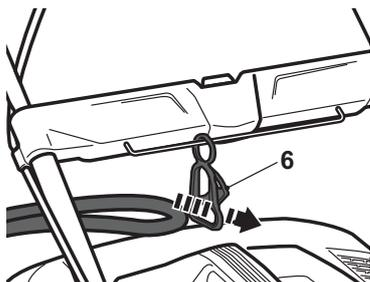

Fig.6
- > Doublez la rallonge arrière, à environ 40 cm de l'extrémité. Passez la boucle à travers la décharge de traction du câble [6] et accrochez la boucle sur le crochet. Tirez doucement sur le cordon pour vous assurer qu'il est bien fixé (Fig.6, 7).